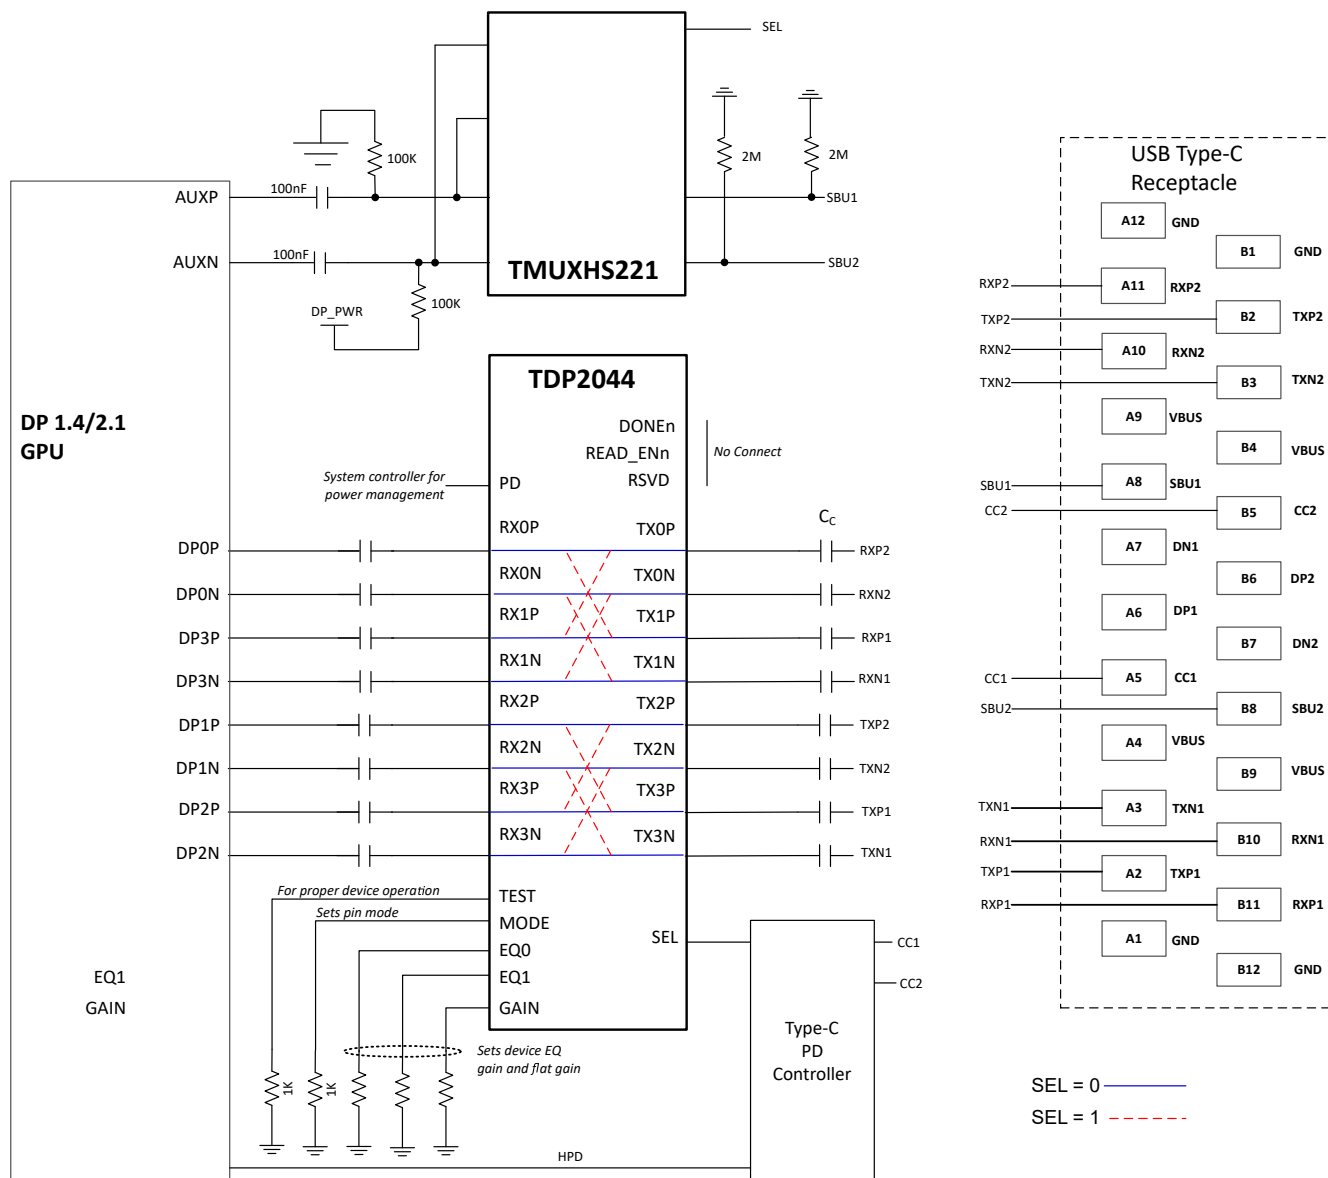

图 7-2. USB-C 交替模式源应用的简化原理图
TDP2044 为四个 DP 主链路通道以及 4:4 交叉点 (通道重定向) 功能提供信号调节。该器件是一款线性转接驱动器, 与 DP 链路训练无关。显示源和接收端之间的 DP 链路训练协商通过该器件有效实施。转接驱动器与无源布线、电缆和其他通道元件一起成为电气通道的一部分, 从而产生理想的源和接收端参数, 进而优化电气链路。图 7-2 显示了使用 TDP2044 在源应用中实现 USB Type-C DP 交替模式的 DisplayPort 应用的简化原理图。USB 电力输送 (PD) 器件根据 USB Type-C 电缆插头位置控制交叉点多路复用器极性信号 SEL。
DisplayPort 边带信号 AUXp,n 和 HPD 被旁路。一个诸如 TMUXHS221 之类的外部多路复用器可为 SBU 信号提供翻转功能，如 图 7-2 中所示。利用 PD 引脚，反相 HPD 信号可用于控制器件待机运行；但必须对 HPD 中断信号进行适当的滤波。